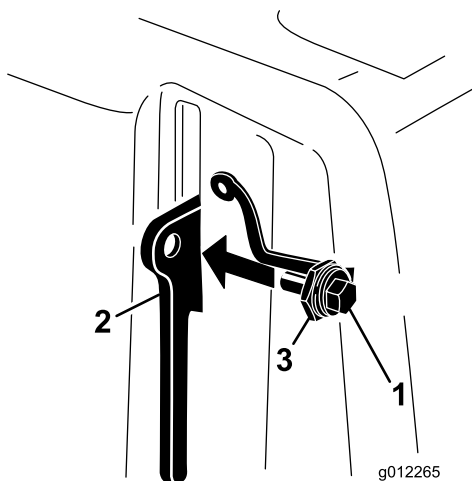

図 11
3. ベルト・カバーのラッチのレバーにボルトを通す (図 11)。